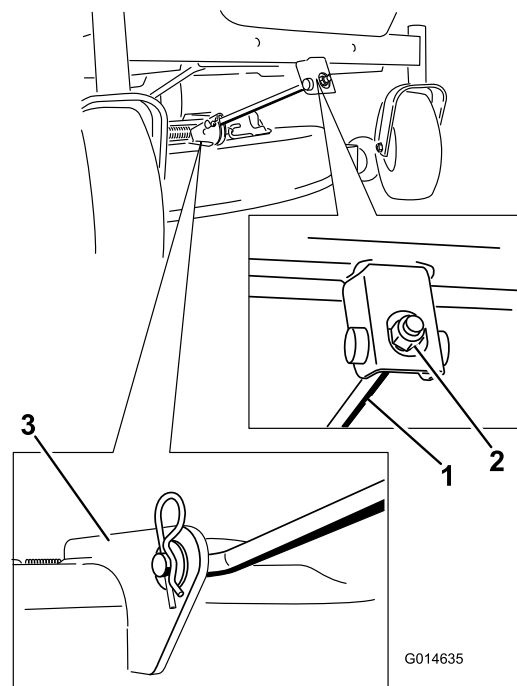

Figura 65
4. Rimuovete il perno con testa dall'asta di supporto frontale e rimuovete l'asta dalla staffa del piatto di taglio (Figura 65). Abbassate con cautela la parte anteriore del piatto di taglio fino al suolo.
6. Montate l'asta di sostegno anteriore sul piatto di taglio con il perno con testa e la coppiglia a forcina (Figura 65).